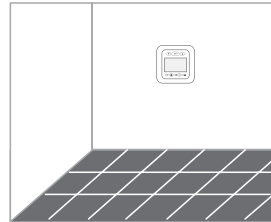

Рис.7
**10. Уложите напольное покрытие (Рис.7).**